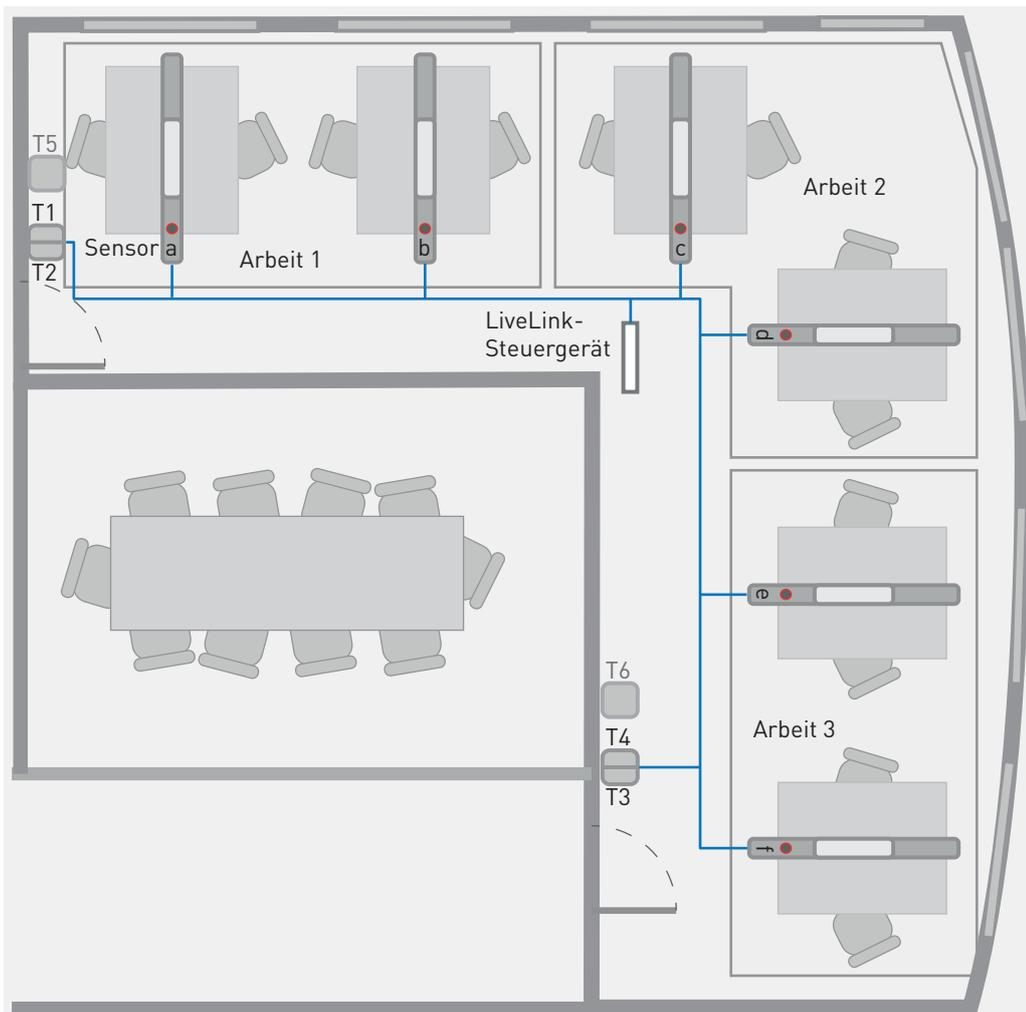

Abbildung 10:
Gruppentaster (T1, T3 und T2/T4) ermöglichen das Schalten und Dimmen dreier unabhängiger Arbeitsbereiche. Die Anwesenheitserfassung erstreckt sich überlappend jeweils über zwei Bereiche (siehe Abbildung 10). Gleichmäßige Leuchtdichteverhältnisse im gesamten Gesichtsfeld mit hoher circadianer Wirksamkeit werden auch bei nur teilweiser Belegung der Arbeitsbereiche aufrecht erhalten.
- Die Indirektanteile von je 2 Leuchten in einem Bereich werden zusammengefasst (s. Abb. 10),
- Zuordnung der Gruppentaster siehe Abbildung 10.